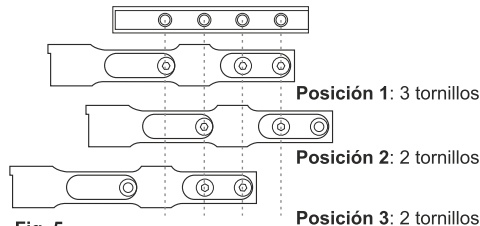

Fig. 5
- Con los tornillos y la llave hexagonal junte el montaje a la base del visor (vea la Fig.5).